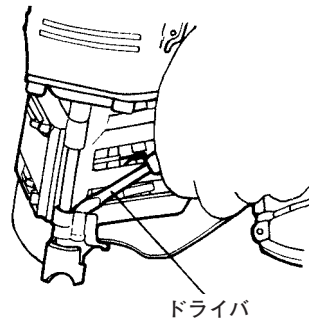

図 22
- 内部につまった釘を⊖ドライバなどで取り除きます。(図 22)